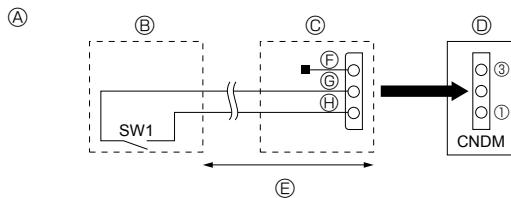

Fig. 8-1
8.1. Режим низкого шума (модификация "на месте") (Fig. 8-1)